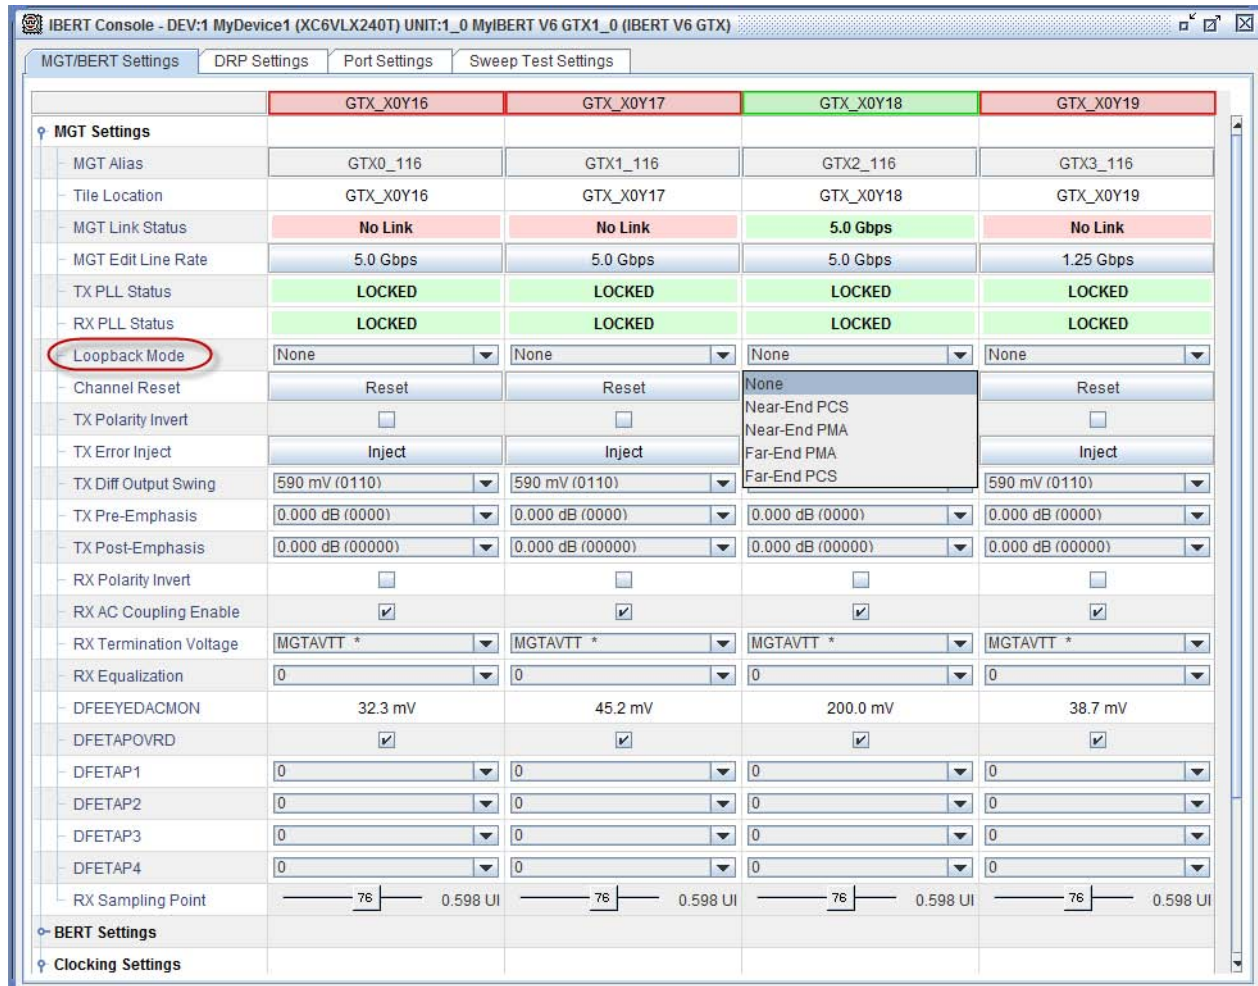

図 5 : Virtex-6 FPGA GTX トランシーバーの [IBERT Console] ウィンドウ
4. ループバック モードの初期設定を使用し、[IBERT Console] ウィンドウが表示されます (図 5)。